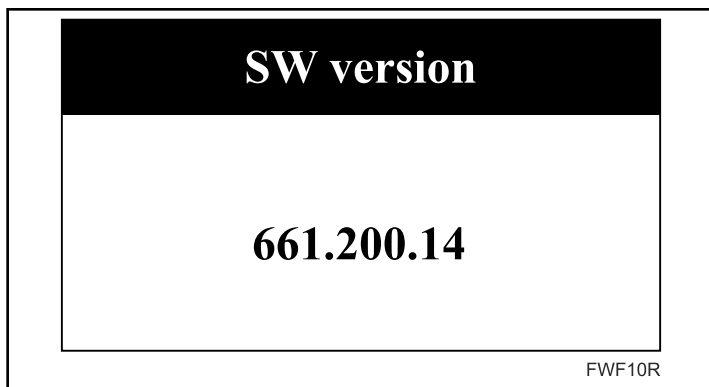

Figura 9
- Para voltar ao menu, prima uma das seguintes teclas: **FUNCTION [FUNÇÃO]**, **UP [PARA CIMA]**, **DOWN [PARA BAIXO]** ou **STOP [PARAR]**. Consulte *Figura 9*.